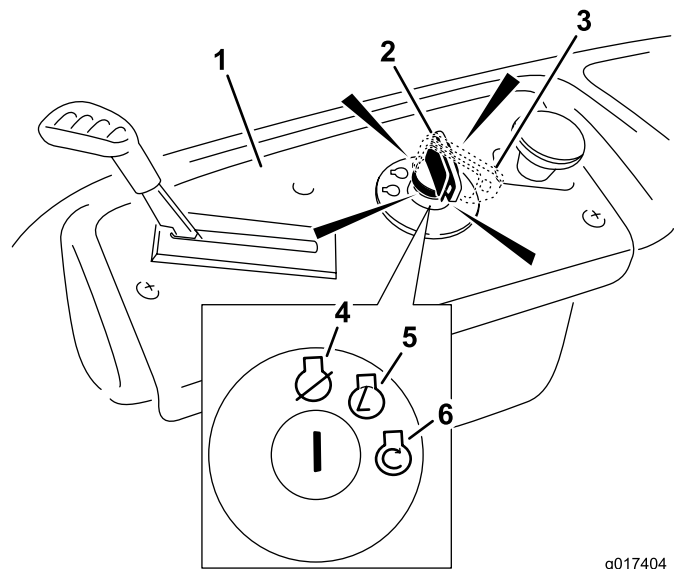

Figure 13
4. Tournez la clé de contact en position de démarrage pour activer le démarreur. Relâchez la clé quand le moteur démarre (Figure 13).
5. Lorsque le moteur a démarré, amenez progressivement la commande d'accélérateur en position de Haut régime (Figure 13). Si le moteur cale ou hésite, ramenez la commande d'accélérateur en position Starter pendant quelques secondes. Répétez l'opération si nécessaire.
3. Tournez la clé de contact en position Contact coupé (Figure 13) et enlevez la clé du commutateur d'allumage.